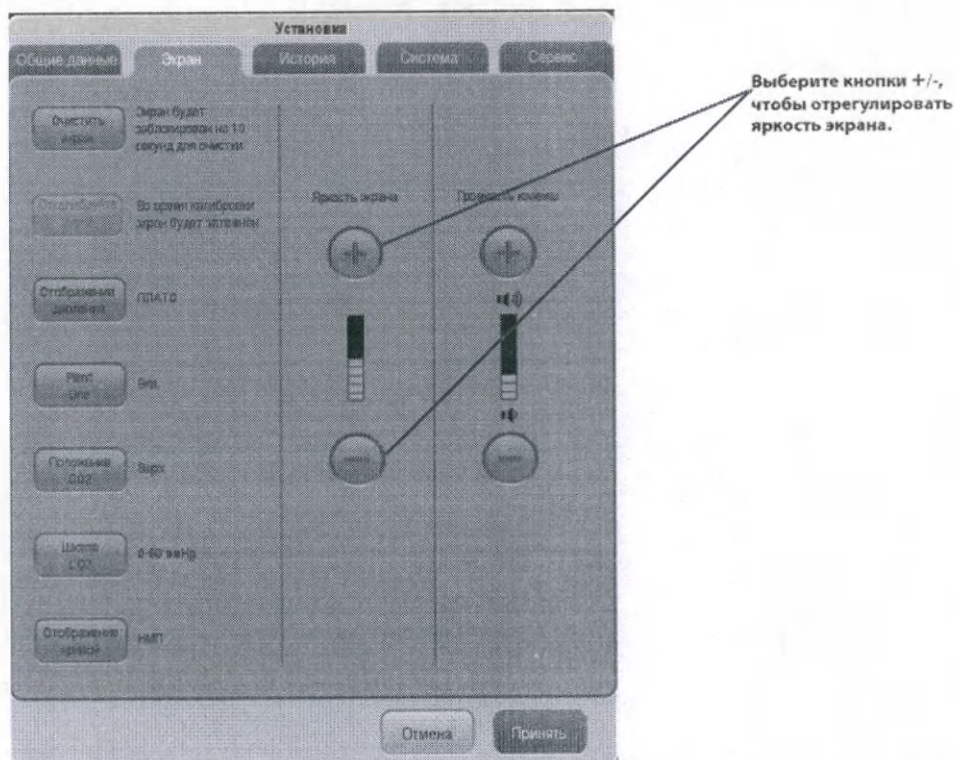

РИСУНОК 3-39 Вкладка «Экран», область «Яркость экрана» (с подключенным Модулем CO2)
1. Выберите экранную кнопку «Главное» > вкладку «Экран» (РИСУНОК 3-39).